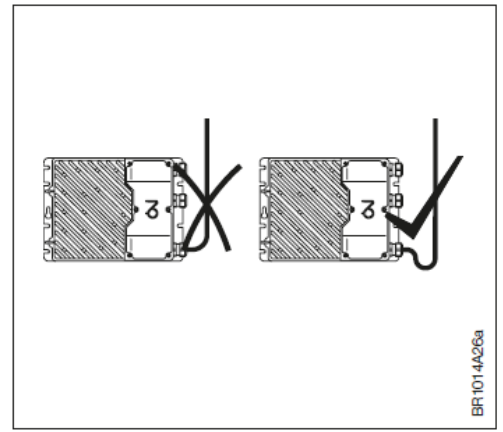

Abbildung 3-7:
- Um das Eindringen von Wasser über Kabel und Verschraubungen in NI-DV zu verhindern, ist die Kabelführung so auszuführen, dass sich kein Wasser um Kabel in Verschraubungsdichtungen ansammeln kann. Siehe Abb. 3-7.